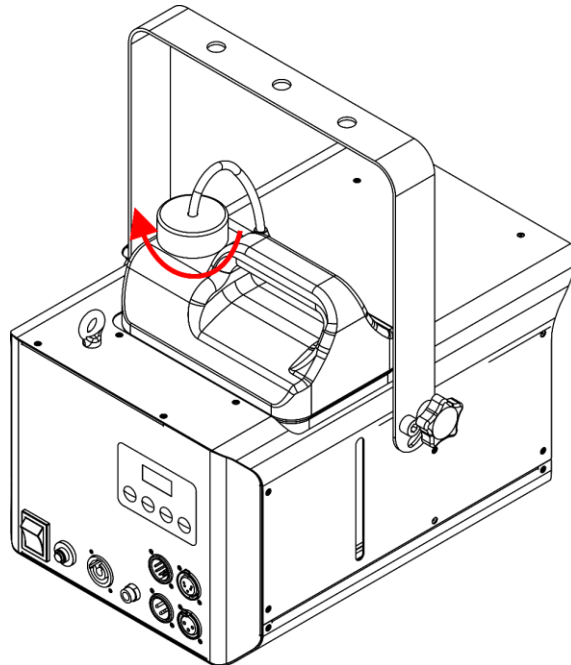

Fig. 13
- 08) Vuelva a enroscar la tapa del depósito de líquido, como se muestra en la Fig. 13.